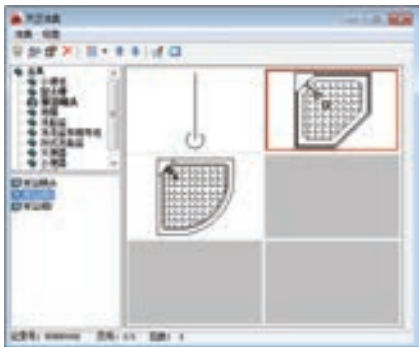

图 13-39 选择淋浴间图形
7) 按〈Enter〉键, 在打开的“天正洁具”窗口中选择淋浴间图形, 如图 13-39 所示。